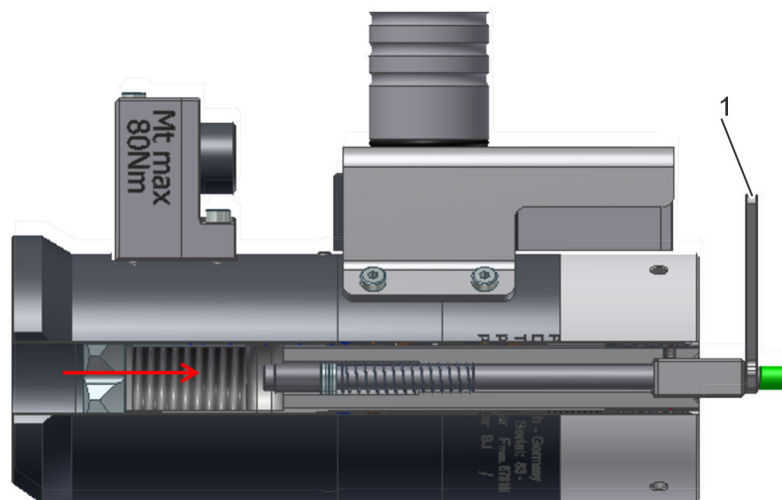

Abb. 18: Messstab durchstecken
6. ➔ Messstab so weit durchstecken, bis der Maulschlüssel (SW6) (Abb. 18/1) auf die Schlüssel­fläche des Messstabs geschoben werden kann.